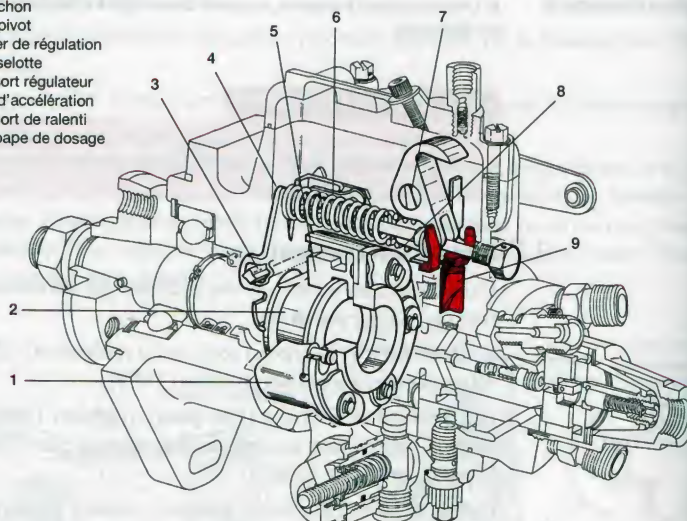

Figure 70.1. Régulateur mécanique de la pompe DM et DB
Le régulateur de la pompe DM, ou « DB » est de la catégorie « toutes vitesses » et comprend des *masselottes* (5) pivotant dans une cage (1) emmanchée à force sur le rotor. La force centrifuge fait basculer les masses vers l'extérieur ; le manchon (2) se trouve alors poussé contre le levier (4) qui, pivotant sur l'arête de l'axe pivot (3) commande, par l'intermédiaire d'une tringlerie, la soupape de dosage (9) (fig. 70.1 et 70.2).